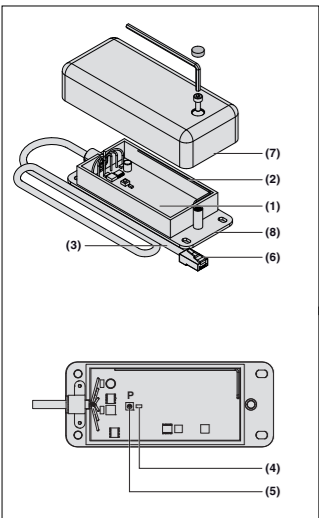

Fig. 1
2.1 Receiver BDH340-1 (fig. 1)
2.1 Mottagare BDH340-1 (fig. 1)
2.1 Modtager BDH340-1 (fig. 1)